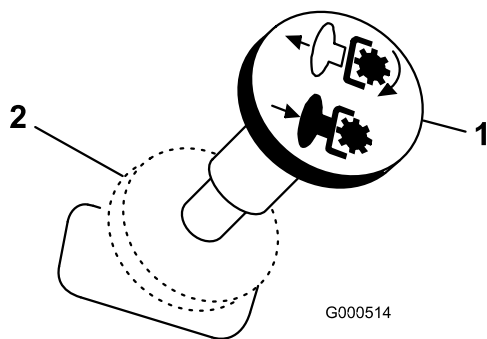

Figura 8
3. Desengrane las cuchillas moviendo el mando de control de las cuchillas a Desengranado (Figura 8).
- Desengrane las cuchillas moviendo el mando de control de las cuchillas a Desengranado (Figura 8).